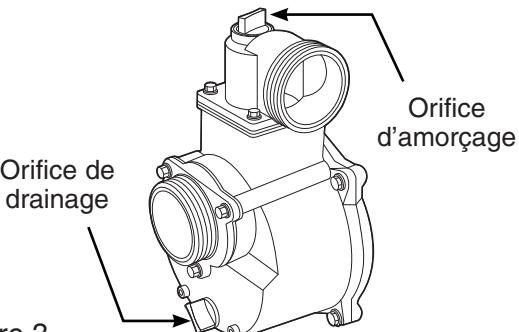

Figure 3
1. Ajoutez de l'eau au port d'amorçage de la pompe (Figure 3). Continuez à ajouter de l'eau jusqu'à ce que le niveau soit d'environ 3 po du dessus. Installez le bouchon de pompe d'amorçage. L'eau de la pompe créera une succion qui amorcera la pompe.